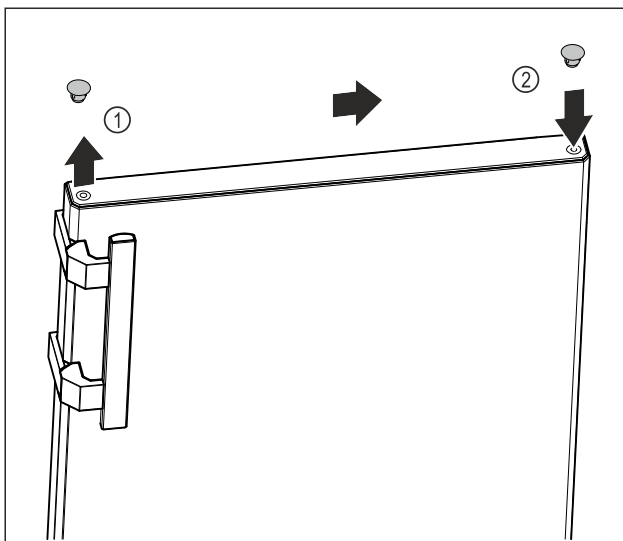

Fig. 14
- ▶ Løft forsigtigt dækproppen på dørens overside Fig. 14 (1) af ved hjælp af en kærvskrueetrækker.
- ▶ Indsæt dækproppen på den modsatte side. Fig. 14 (2)